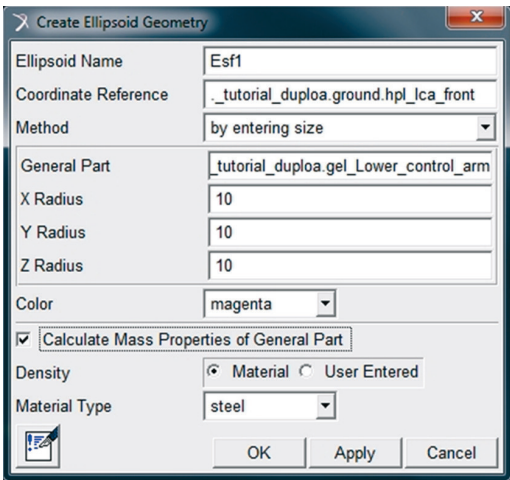

Figura 5.25 – Preenchimento da caixa de diálogo para criação da primeira esfera.
- A janela *Create Ellipsoid Geometry* será aberta. Os campos deverão ser preenchidos conforme ilustrado na Figura 5.25. Observe que essa primeira esfera terá como referência o *Hardpoint hpl\_lca\_front*, e pertencerá ao *General Part gel\_Lower\_control\_arm*. Lembre-se que o campo *Calculate Mass Properties of General Part* deverá estar selecionado para atualização das propriedades de massa do *General Part Lower\_control\_arm*.